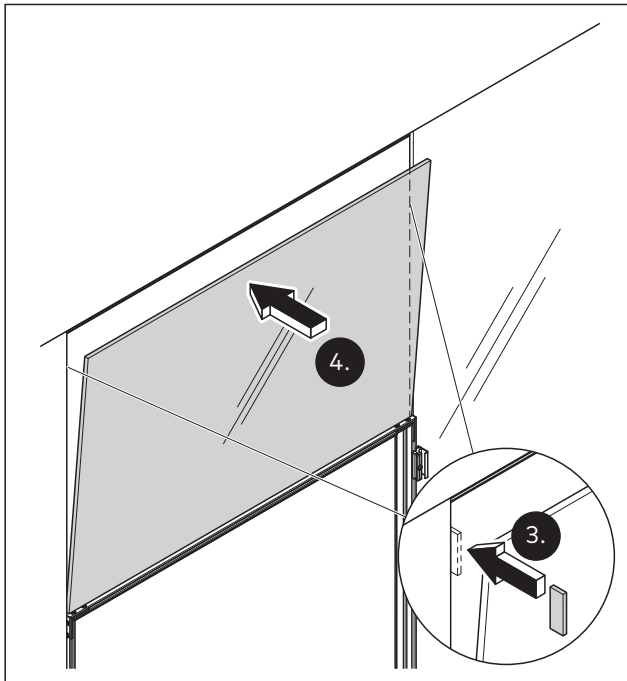

Abb. 42 Das Oberlicht ausrichten und in Position halten
4. Den Abstand zwischen Oberlicht und Seitenteilen mit einem Abstandhalter sicherstellen (Abb. 42).